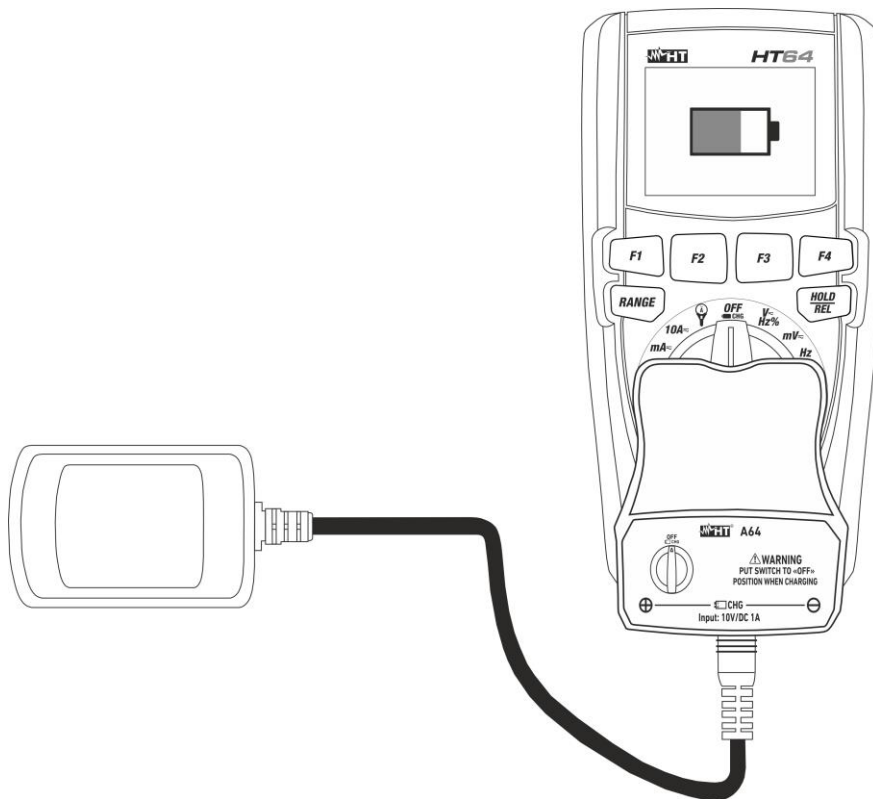

Fig. 33: Chargeur de batterie interne
2. Introduire l'adaptateur de l'alimentateur chargeur de batterie dans l'instrument, dans les quatre bornes d'entrée (voir Fig. 33)